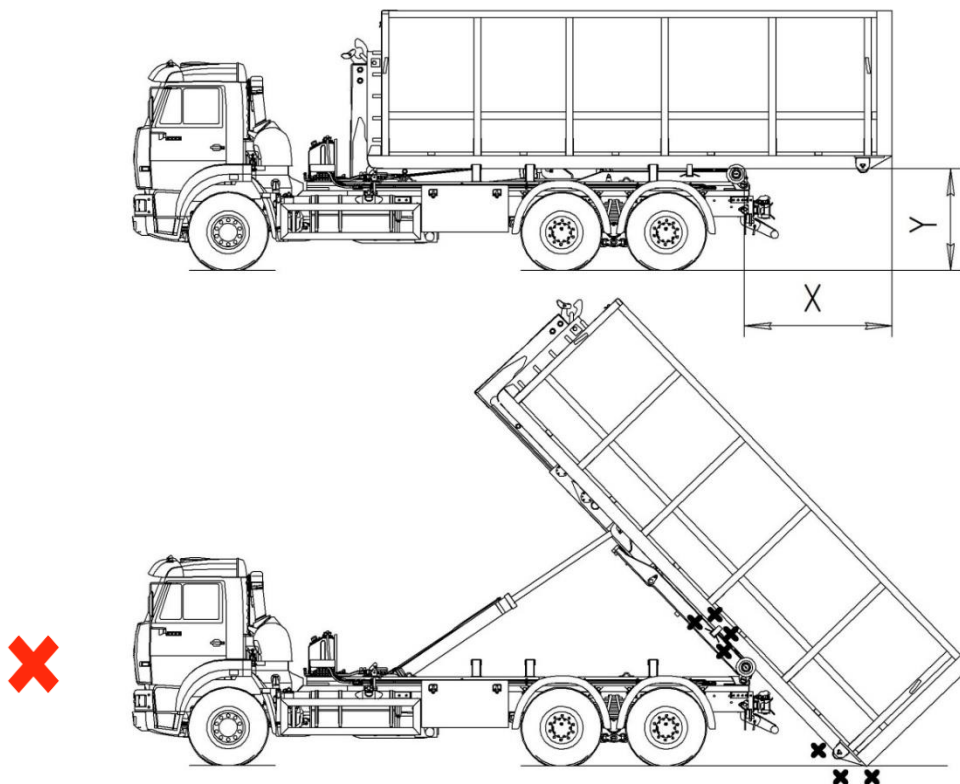

Рисунок 2.12 – Слишком большой свес кузова
Перед опрокидыванием кузова убедитесь, что выходящая за задние ролики длина задней части кузова (X) меньше, чем высота от земли до низа кузова (Y). При опрокидывании большой свес кузова может столкнуться с землей, и оборудование или кузов могут получить повреждения (рисунок 2.12).